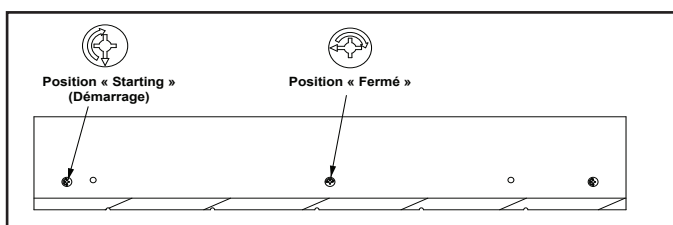

Figure 7
- Une fois les pièces « C » et « D » installées sur les axes de came, utilisez un tournevis Phillips pour tourner doucement les serrures à came d'un quart de tour dans le sens des aiguilles d'une montre. Ne pas trop serrer ni trop tourner. Consultez le sens de la flèche sur la figure 7.